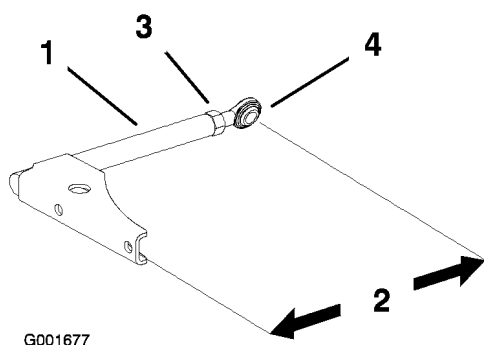

Figure 51
1. Desserrez l'écrou de blocage et tournez la rotule dans le sens anti-horaire, un tour à la fois (Figure 51).
- Réglez chaque côté de la même façon. La longueur nominale de chaque bras de poussée doit être de 34 cm à torsion de 15 degrés (Figure 51).